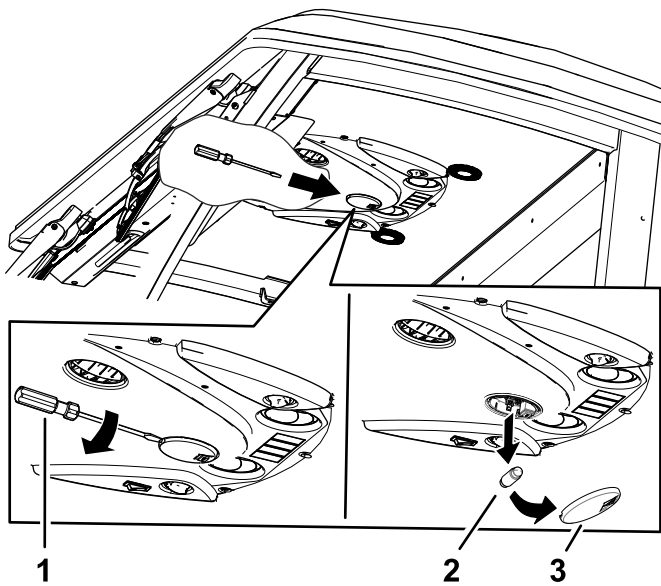

図 90
1. ねじ回しを使ってコントロールパネルからレンズを外す 図 90。
- ベースから電球を外す 図 90。